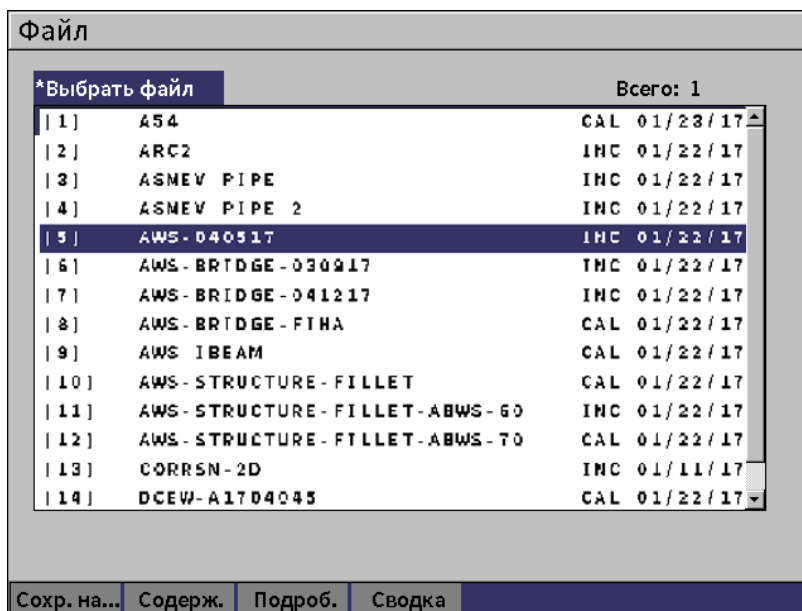

Рис. 9-4 Страница настройки Файл
1. В меню **Настройки** выберите значок **Файл**, чтобы открыть страницу настройки **Файл** (см. Рис. 9-4 на стр 113).
1. Выделив нужный файл, нажмите клавишу Enter, затем клавишу Tab, чтобы выделить параметр **Сохран. на...** (см. Рис. 9-4 на стр 113).